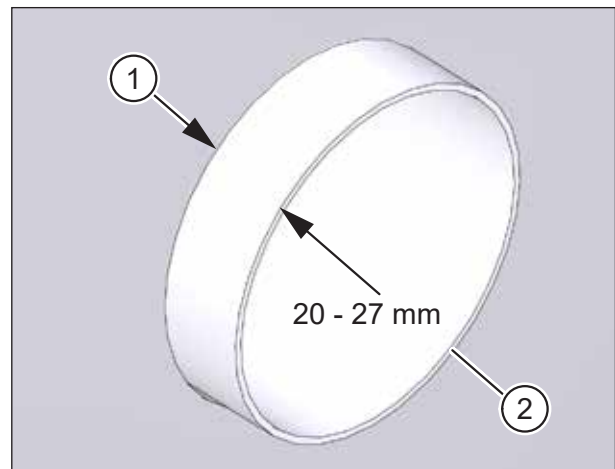

Abb. 20: Lüftungsrohre überprüfen
- ▶ Überprüfen Sie, dass die Lüftungsrohre 20 - 27 mm (siehe Pos. 1 in Abb. 20) über den Außenputz überstehen.
- ▶ Überprüfen Sie, dass die Schnittstellen der Lüftungsrohre (siehe Pos. 2 in Abb. 20) entgratet sind.